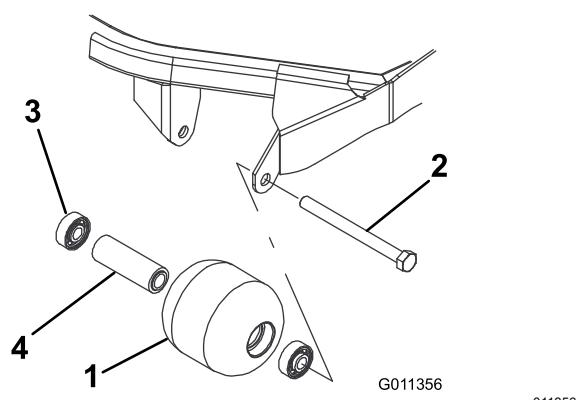

Figure 126
1. Retirez le boulon de fixation du galet (Figure 126).
4. Vérifiez l'état du logement des roulements, des roulements et de la douille d'écartement (Figure 126) Remplacez tout composant endommagé et procédez au remontage.
1. Enfoncez le premier roulement dans le logement à la presse (Figure 126). Exercez la pression uniquement sur la bague extérieure ou uniformément sur les bagues intérieure et extérieure.
2. Insérez l'entretoise (Figure 126).
3. Enfoncez le second roulement dans le logement à la presse (Figure 126). Exercez une pression uniforme sur les bagues intérieure et extérieure jusqu'à ce que la bague intérieure rencontre la douille d'écartement.